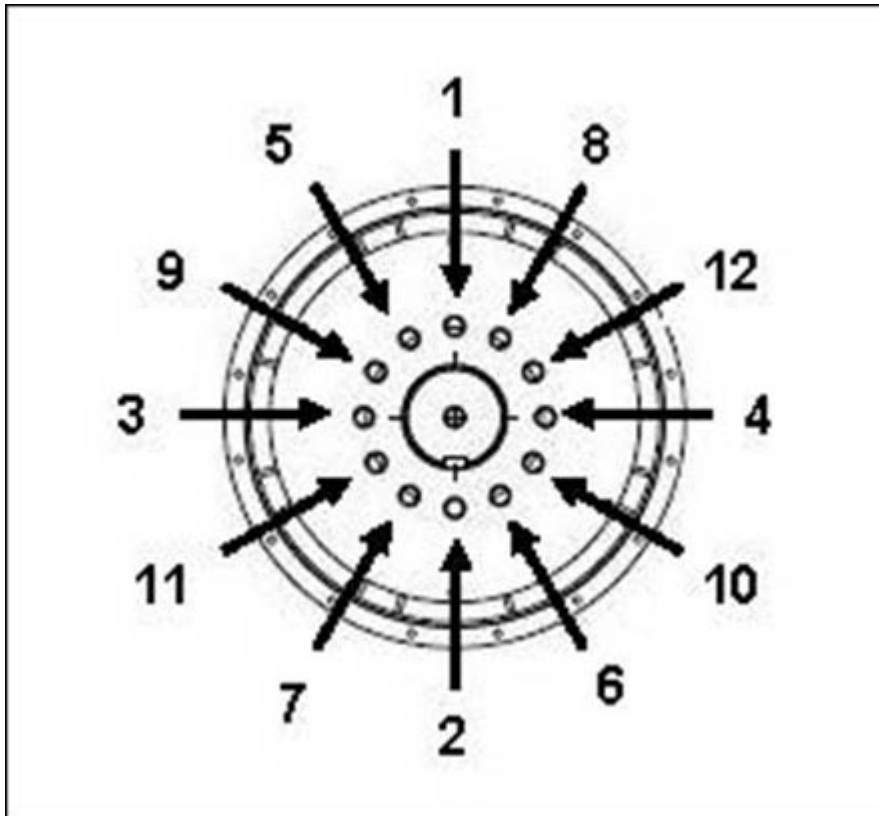

图 17. 轮毂固定顺序
4. 如果需要，请拧紧耦合盘螺栓，如 图 17 位于页面 目录 27 所示。